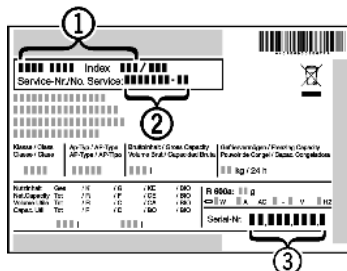

Fig. 16
► Relever la désignation de l'appareil *Fig. 16 (1)*, le n° de service *Fig. 16 (2)* et le n° de série *Fig. 16 (3)* sur la plaquette signalétique. Cette plaquette se trouve sur la paroi intérieure gauche de l'appareil.
► Informer le S.A.V. et lui communiquer la panne, la désignation de l'appareil *Fig. 16 (1)*, le n° de service *Fig. 16 (2)* et le n° de série *Fig. 16 (3)*.